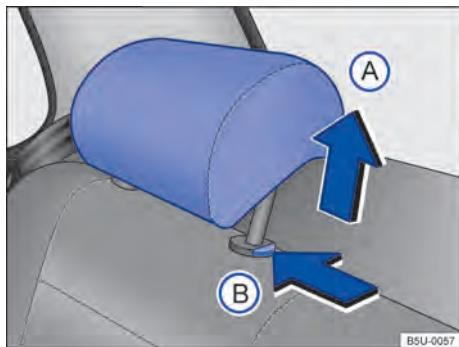

Fig. 61 Apoio para cabeça traseiros: desinstalar.
- Pressionar o botão → Fig. 61 B no sentido da seta. Retirar o apoio para cabeça com o botão pressionado.
- Empurrar o apoio para cabeça para baixo com o botão → Fig. 61 B pressionado.